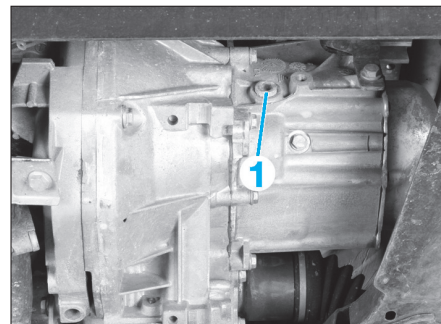

Fig. 39
- Dévisser le bouchon (1) de remplissage et de contrôle du niveau (Fig.39).
- Déposer le bouchon (1) de remplissage et de contrôle du niveau si ce n'est déjà fait (Fig.39).